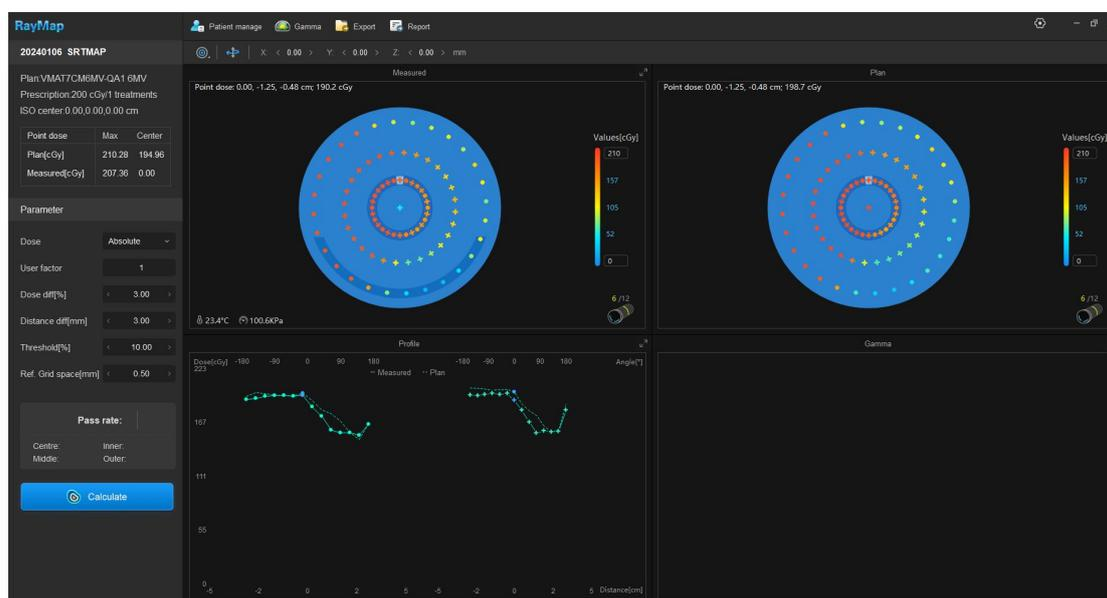

图6-10 SRTMap分析图像界面-仅匹配无分析
(3)界面中间为分析图像界面。若当前记录仅进行测量数据匹配并未进行分析计算时，分析图像界面显示测量采集图“Measured”，计划剂量图“Plan”，剂量离轴曲线对比图“Profile”以及空的伽马分布图（Gamma），如图6-10所示；若当前记录已经进行匹配和分析计算，则会显示伽马分布图。